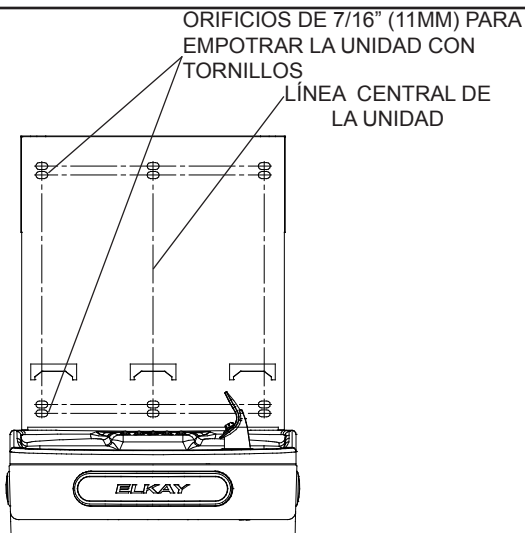

Fig. 4
- 2) Retire la placa de montaje (para la pared) de la estación de llenado de botellas. Coloque la placa contra la pared por encima de la tarja. Centre la placa con respecto a la tarja. Marque con un lápiz los seis (6) orificios sobre la pared para el montaje (Vea la Fig. 4).
- 4) Instale la placa en la pared mediante los seis (6) de 7/16" orificios de montaje (los tornillos no vienen incluidos) (Vea la Fig. 4). Utilice los sujetadores adecuados de acuerdo con el tipo de pared.